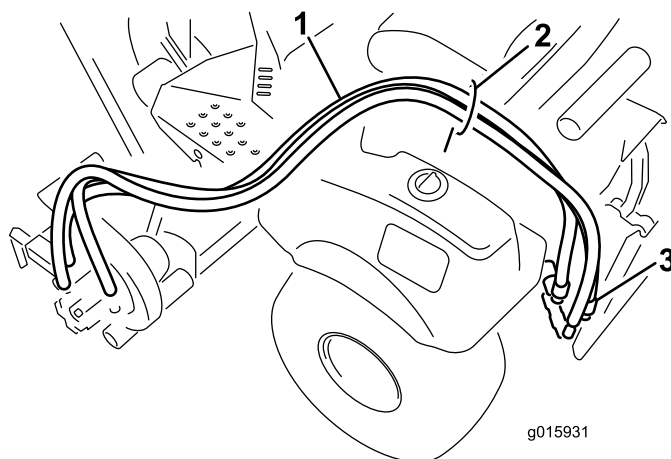

Figura 14
1. Fate passare i flessibili idraulici attraverso la guida dei flessibili e dirigeteli verso la parte posteriore della macchina (Figura 14).
2. Collegate i flessibili ai connettori remoti posteriori (Figura 14).